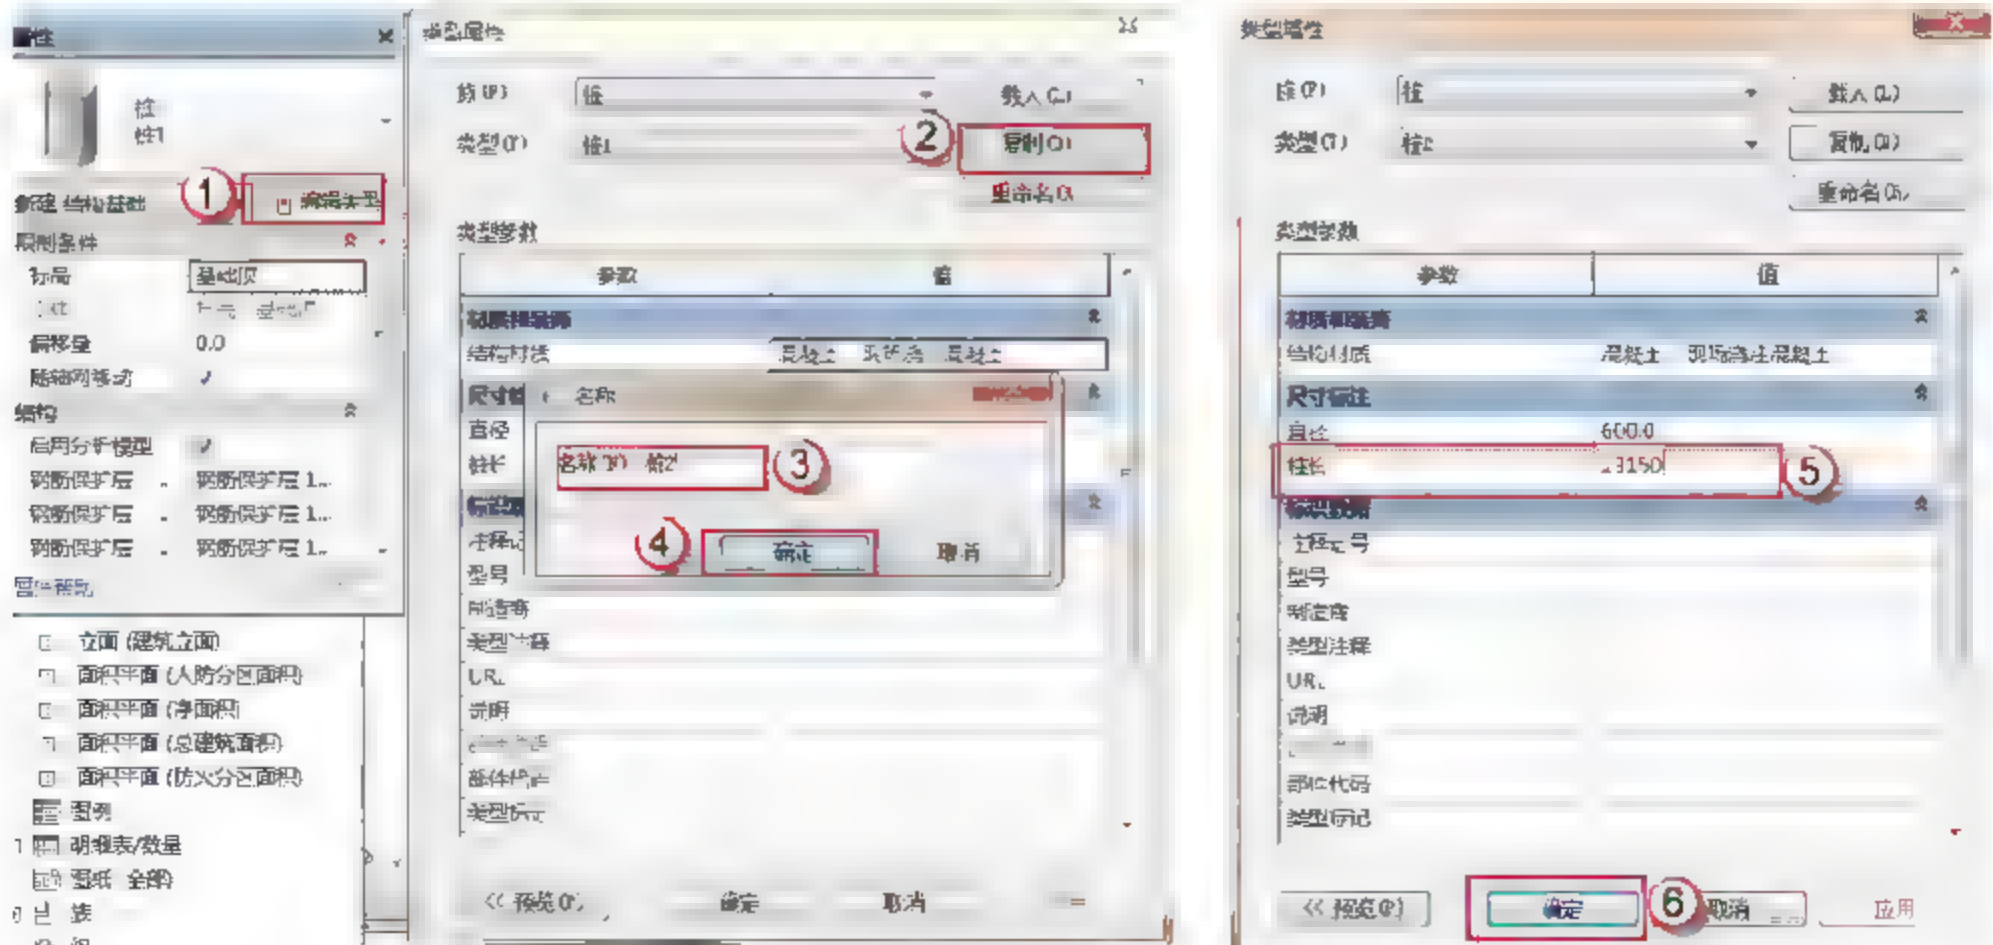

图 2.2.19 编辑桩族 (5~11 轴)
(3) 编辑桩族 (5~11 轴)。选择“结构”→“独立”命令，在“属性”面板中单击“编辑类型”按钮，在弹出的“类型属性”对话框中，单击“复制”按钮，在弹出的“名称”对话框中输入“桩 2”，单击“确定”按钮。同时，在“桩长”后输入数值 23150，单击“确定”按钮，如图 2.2.19 所示。